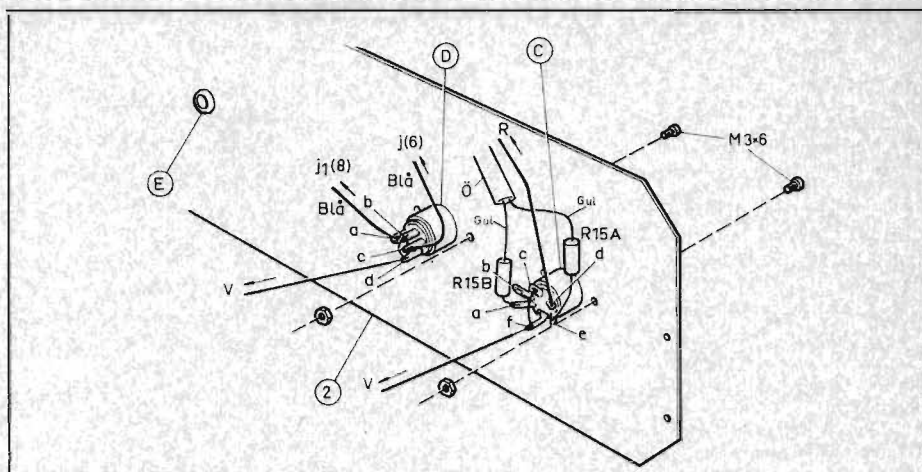

Fig 4
För de följande stegen, som avser bakstycket (2), hänvisas till fig. 4.
skruvas i panelen (2) med två skruvar M3×6 och M3-muttrar. Observera att kontaktens stift skall vändas så som visas i fig. 4.
() Slutstegets utgångskontakt (D) för högtalarna fastskruvas på samma sätt som ingångskontakten (C). Observera att kontaktstiften skall vändas så som visas i fig. 4.